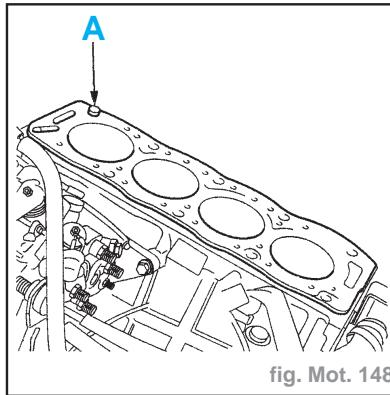

fig. Mot. 148
- Vérifier la présence de la goupille (en A) (fig. Mot. 148).